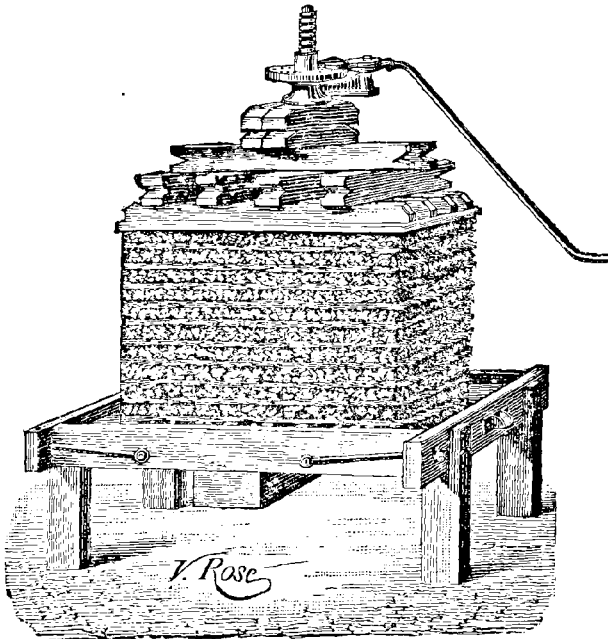

Fig. 181. Pressoir à pommes.
**Fabrication.** — Les pommes, cueillies à l'automne, achèvent de mûrir dans des appartements aérés; au mois de décembre, on écarte les mauvaises et on écrase les bonnes entre deux cylindres cannelés, ou sous une meule de bois. La pulpe obtenue est exposée à l'air pendant 24 heures, pour prendre une coloration rougeâtre et se couvrir de ferment. On en exprime alors le jus par un pressoir (fig. 181); la matière solide est donnée aux bestiaux en tourteaux, le jus est mis à fermenter dans des cuves ou des tonneaux où la glucose et le sucre se transforment en alcool et en gaz carbonique. Avant que la fermentation soit terminée, on colle au cachou et on met en bouteilles.